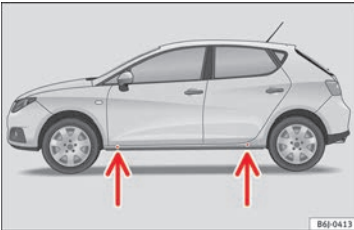

Abb. 65 Aufnahmepunkte für den Wagenheber.
- Suchen Sie am Längsträger die Markierung des Aufnahmepunktes für den Wagenheber (Eindrückung), die dem zu wechselnden Rad am nächsten liegt » » Abb. 65.